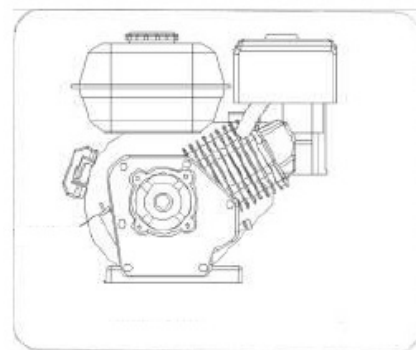

Figure 28
- Dévissez le bouchon de remplissage d'huile du tube de remplissage d'huile et essuyez la jauge. Voir la figure 28.
- Localisez le bouchon de vidange d'huile, voir Figure 28.
- Nettoyer la zone autour du bouchon de vidange d'huile, voir Figure 28.